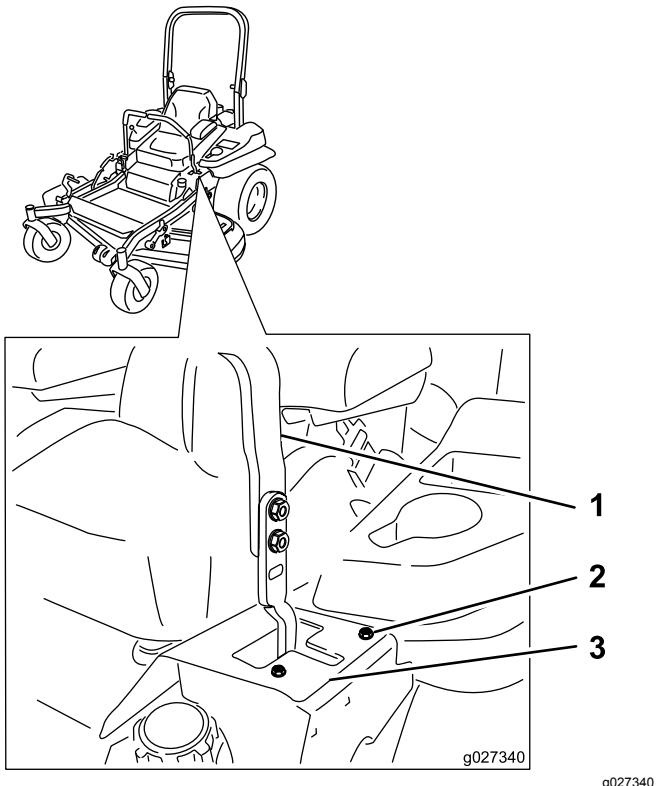

Figure 67
- Si elle se déporte à droite, desserrez les boulons et déplacez la plaque de butée gauche en arrière sur la fente en T gauche, jusqu'à ce que la machine se déplace en ligne droite (Figure 67).
- Si elle se déporte à gauche, desserrez les boulons et déplacez la plaque de butée droite en arrière sur la fente en T droite, jusqu'à ce que la machine se déplace en ligne droite (Figure 67).
6. Serrez les boulons de la plaque (Figure 67).